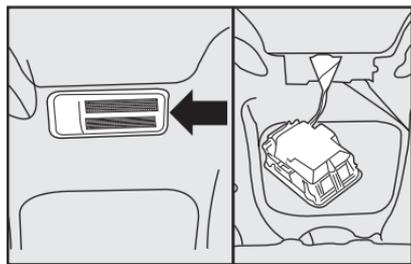

fig. 56
- 1) remover a lente transparente **fig. 56** forçando levemente com uma chave de fenda no local indicado pela seta;